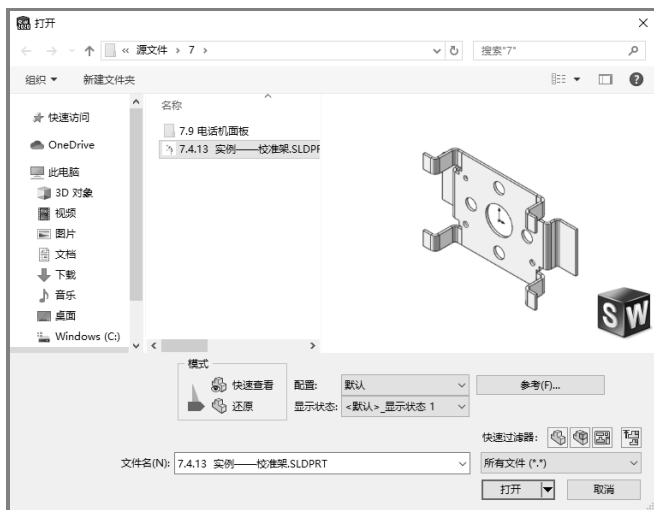

图 1-5 “打开”对话框
(1) 执行命令。选择菜单栏中的“文件”→“打开”命令，或者单击“打开”按钮，执行打开文件命令。
(2) 选择文件类型。此时系统弹出如图 1-5 所示的“打开”对话框。对话框中的“文件类型”下拉菜单用于选择文件的类型，选择不同的文件类型，在对话框中会显示文件夹中对应文件类型的文件。选择“显示预览窗格”选项，选择的文件就会显示在对话框的“预览”框中，但是并不打开该文件。